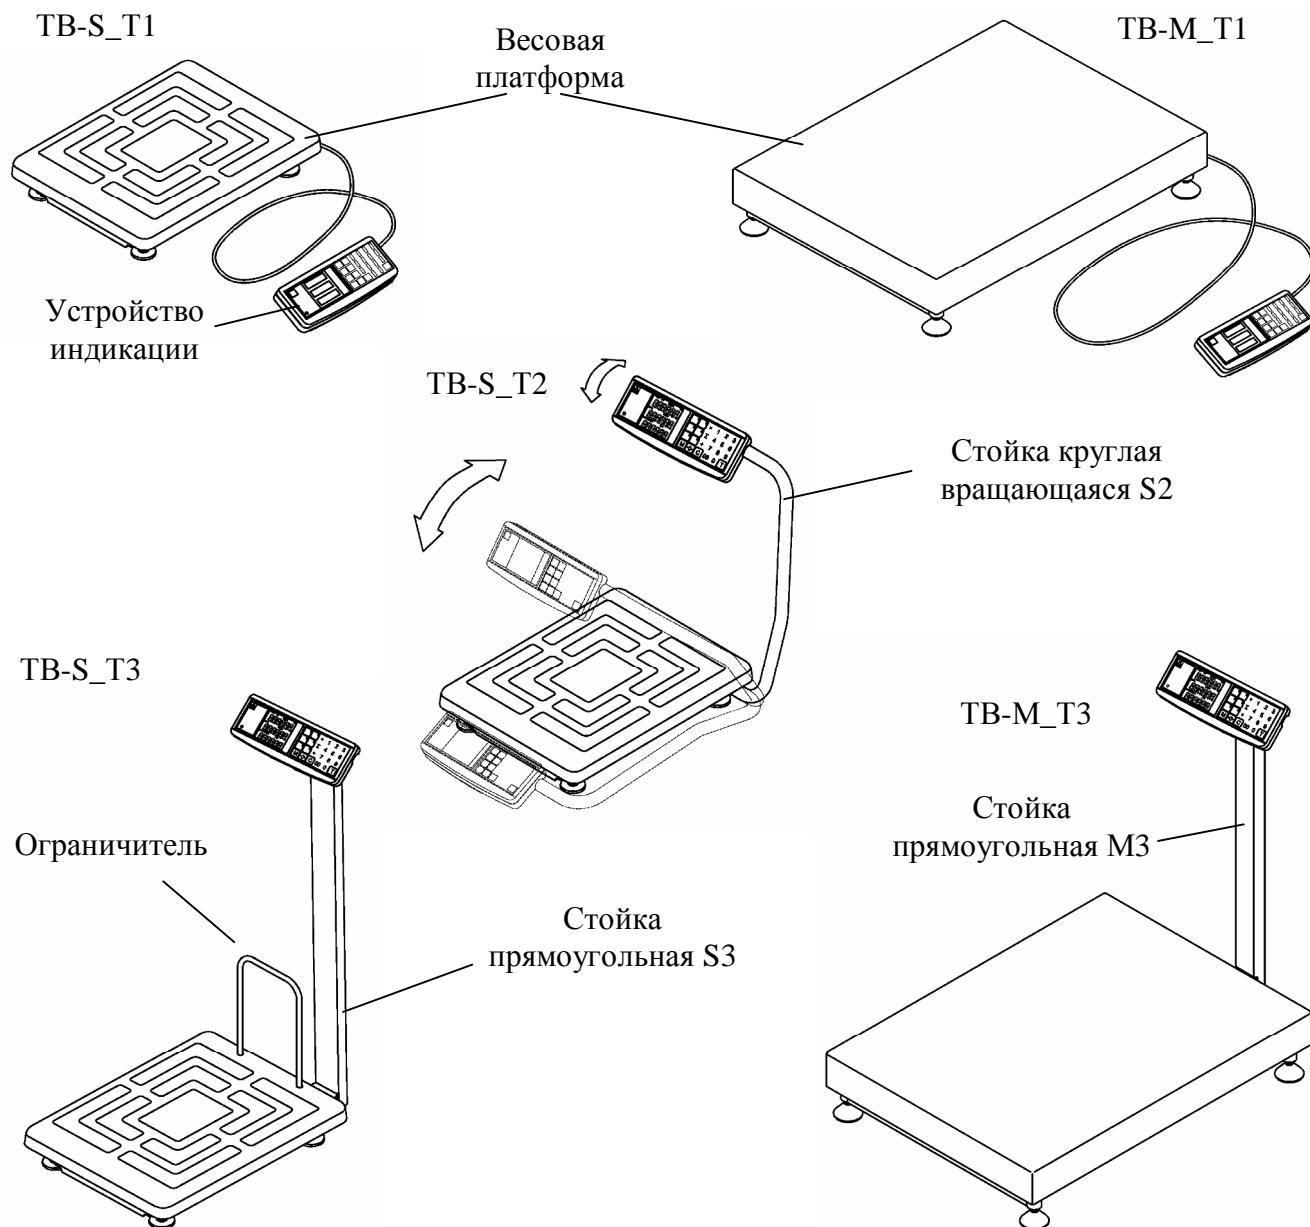

Рис. 5.1- Варианты исполнения весов
5.1 Весы состоят из весовой платформы и устройства индикации. В зависимости от способа установки устройства индикации весы поставляются в следующих вариантах (Рис. 5.1):
- вращая стойку (Рис. 5.1) установить ее в удобное для работы положение и зафиксировать, плотно затянув винты в кронштейнах основания (восемь винтов). На входе в стойку оставить припуск кабеля длиной  $20 \div 30$  мм;